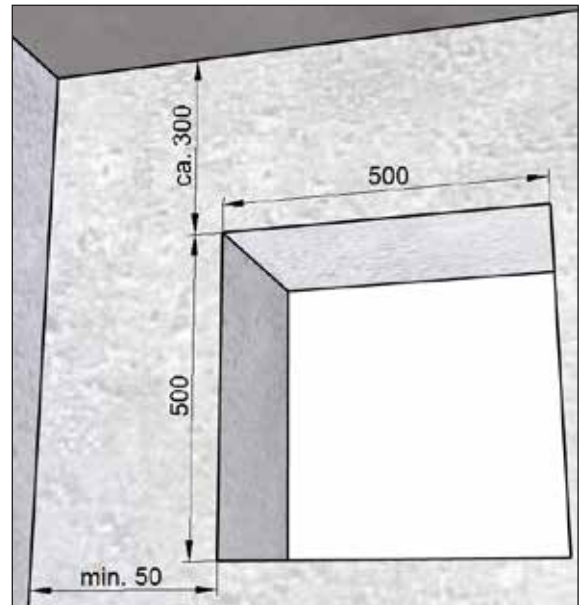

Abb. 11: Mauerdurchbruch für Montageset **mit** Füllstück, Maße in Millimeter
- Mauerdurchbruch komplett (siehe Abb. 11 auf Seite 17) für Montageset **mit** Füllstück M-WRG-M/Fü